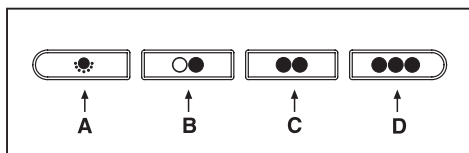

Fig.11
• Comandi meccanici (Fig.11) la simbologia è di seguito riportata: